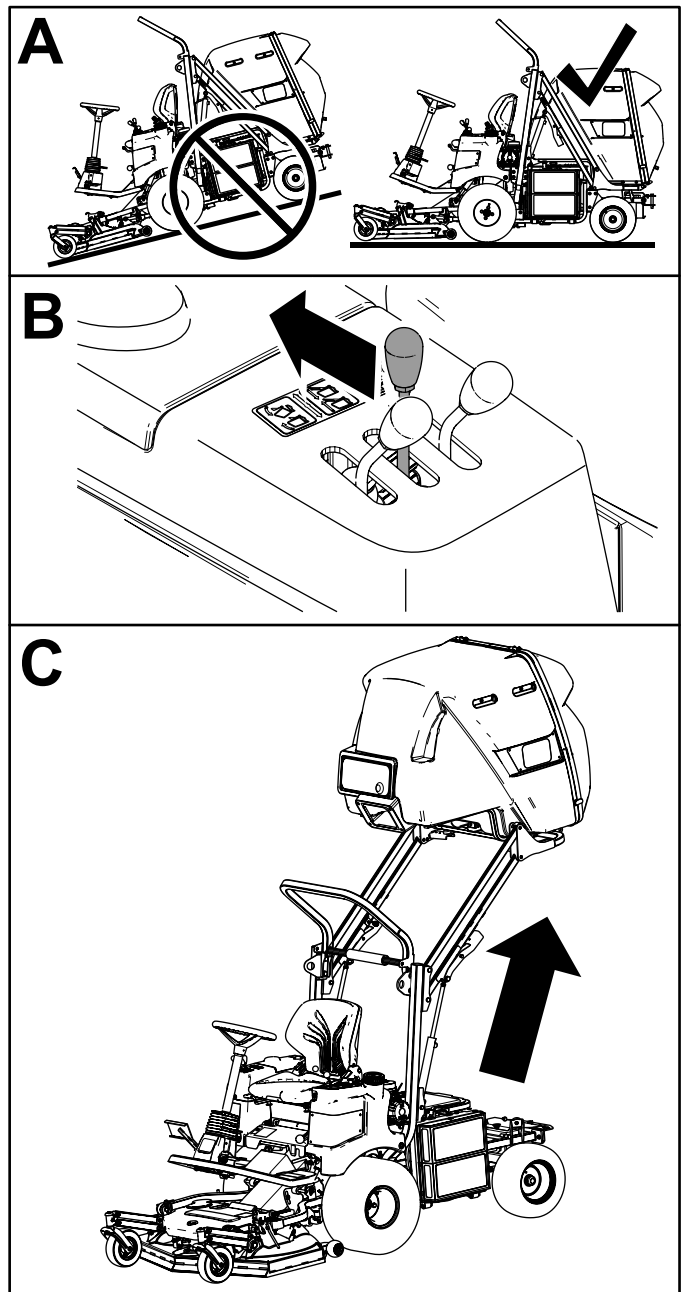

Bild 23
2. Stellen Sie den Fangbox-Hubhebel nach hinten, um die Fangbox anzuheben (Bild 23).